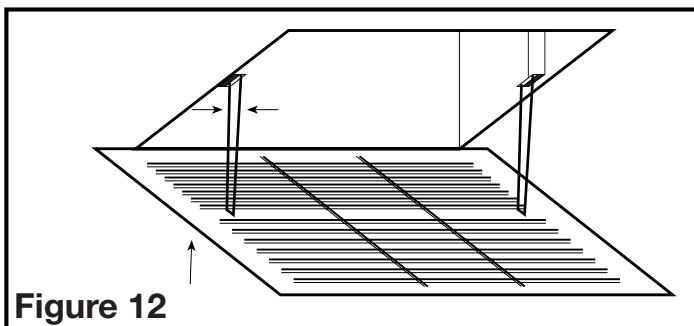

Figure 12
2. **Kits d'alignement de 4 po :** Installez le gril dans les entrées en appuyant ensemble sur les deux extrémités des ressorts et les installant dans les fentes du ventilateur. Poussez le gril vers le haut en position (Figure 12).